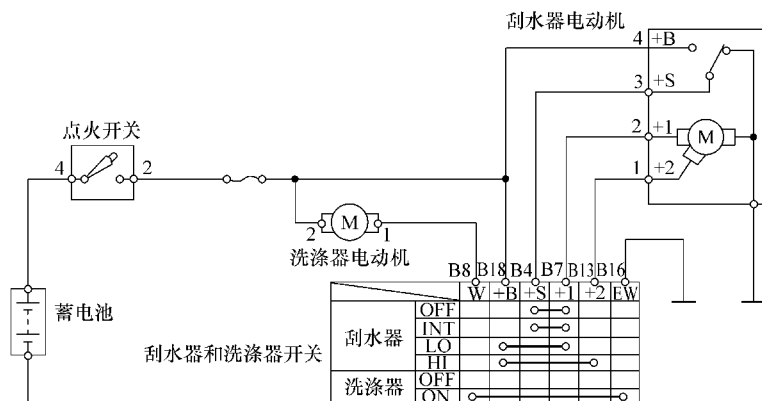

图 10-46 金杯轿车刮水器和洗涤器控制电路
1) 如图 10-46 所示, 首先接通点火开关, 将刮水器和洗涤器开关置于喷洗位置, 检查洗涤器电动机是否运转。若不运转, 表明洗涤器电动机或洗涤器电动机控制电路有故障。